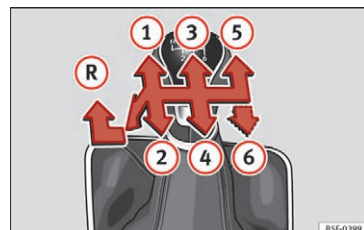

Fig. 52 Skiftediagram i forbindelse med 5-trins eller 6-trins manuel gearkasse
De enkelte gears positioner er vist på gearstangen » **Fig. 52**.
- Sæt gearstangen i frigear, tryk den nedad og helt til venstre, og skub den herefter helt frem for at sætte bilen i bakgear» **Fig. 52** **R**.